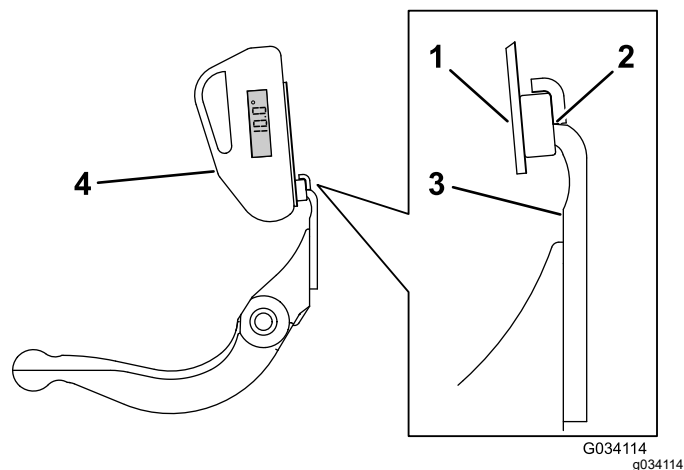

図 24
3. 傾斜計マウントのマグネットのエッジがベッドナイフのエッジに密着するように、ベッドナイフのエッジに傾斜計マウントをセットする 図 24。
4. 図 24に示すようにマウントに傾斜計を取り付ける。